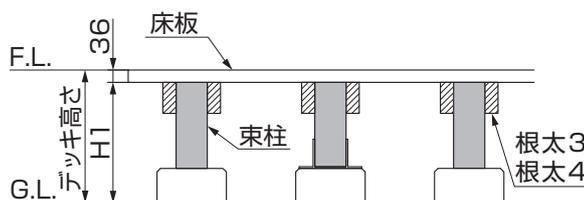
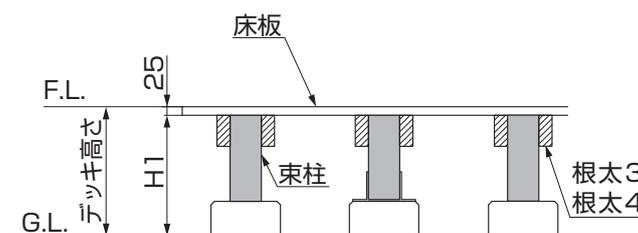

図1-5 ウェスタン・レッドシダーの場合の束柱の高さ寸法
図1-6 イペセレクトの場合の束柱の高さ寸法
- ①束柱の高さ寸法のH1を出してください。(図1-5、図1-6参照)